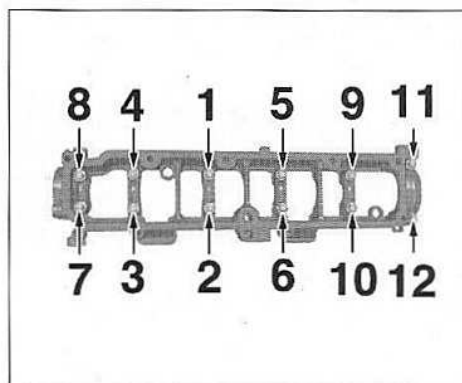

FIG.121
- Serrer les vis de la partie supérieure (7) du carter-paliers d'arbre à cames dans l'ordre prescrit (Fig.121).
9. Vis d'assemblage des parties supérieure et inférieure du carter-paliers d'arbre à cames **(\*\*)** (Fig.121) :